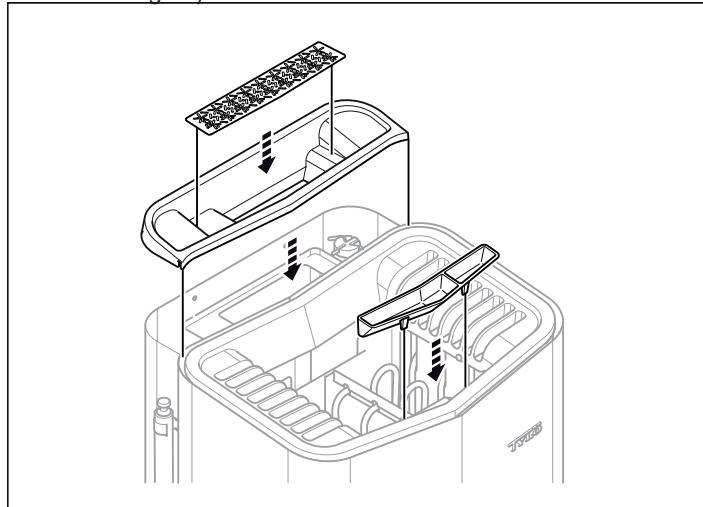

Abb. 13: Montieren der Wasserbehälterabdeckung, des Kräuter-gitters und des Duftkonzentratbehälters/Luftbefeuhters
11. Montieren Sie die Wasserbehälterabdeckung, das Kräuter-gitter und den Duftkonzentratbehälter/Luftbefeuhter (siehe Abbildung 13).